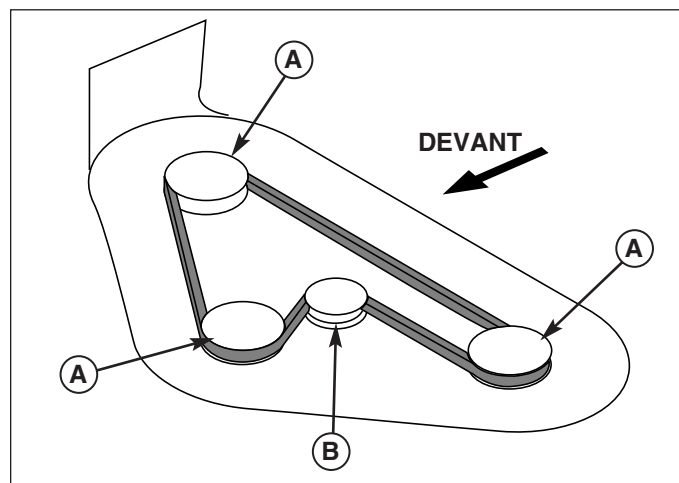

Figure 57. Acheminement de la courroie de tondeuse - Tous les modèles
6. Installer la nouvelle courroie comme illustré à la figure 57. Veiller à ce que le côté trapézoïdal de la courroie s'engage dans les gorges de la poulie d'arbre (A) et que son côté plat se trouve contre le galet tendeur (B).